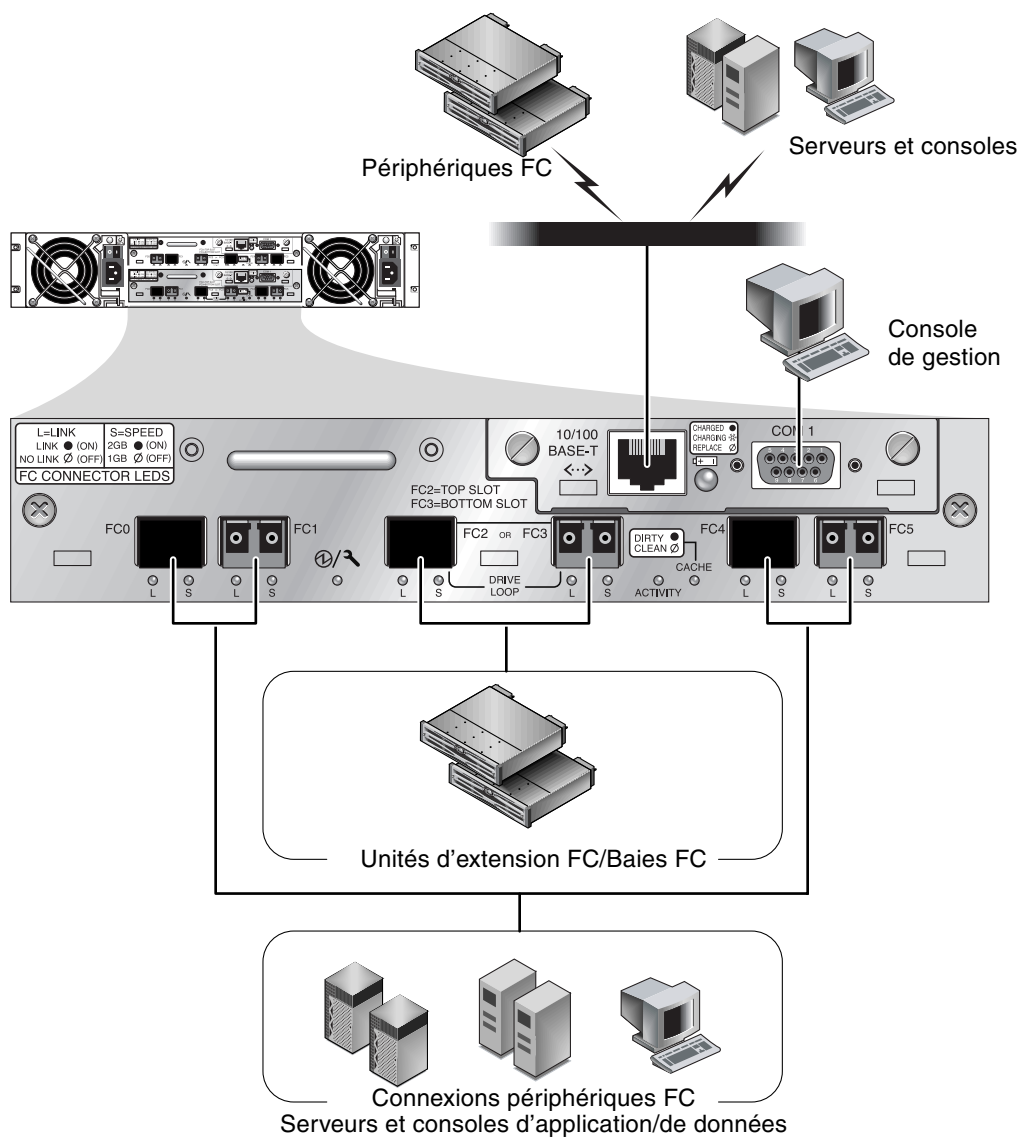
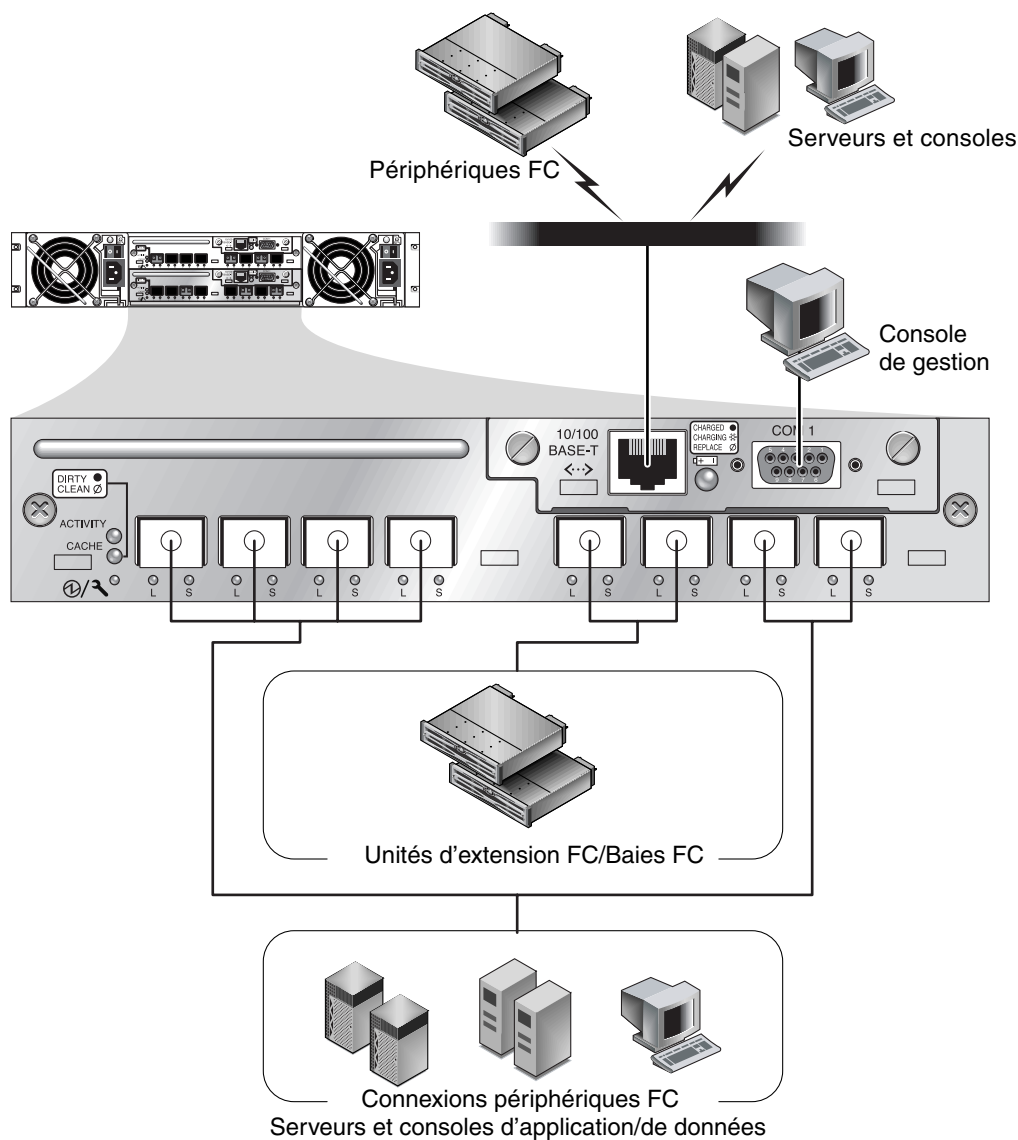

FIGURE 5-1 Connexions physiques à l'arrière de la baie de disques Sun StorEdge 3510 FC à double contrôleur
FIGURE 5-2 Connexions physiques à l'arrière de la baie de disques Sun StorEdge 3511 FC à double contrôleur
2. Notez la configuration du câblage entre le contrôleur, la connexion hôte et les connexions aux unités d'extension de manière à pouvoir rebrancher correctement les câbles au nouveau module contrôleur E/S. Voir les FIGURE 5-1 et FIGURE 5-2.